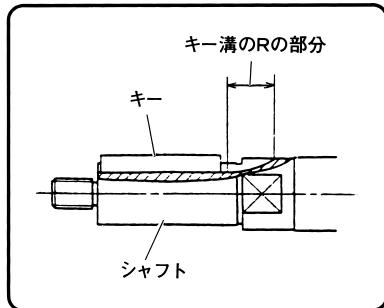

図20
(3) コンタクトホイールをシャフトに取付けるときは、キーがキー溝のRの部分（曲線部分）に乗り上げないようにしてください。(図20)